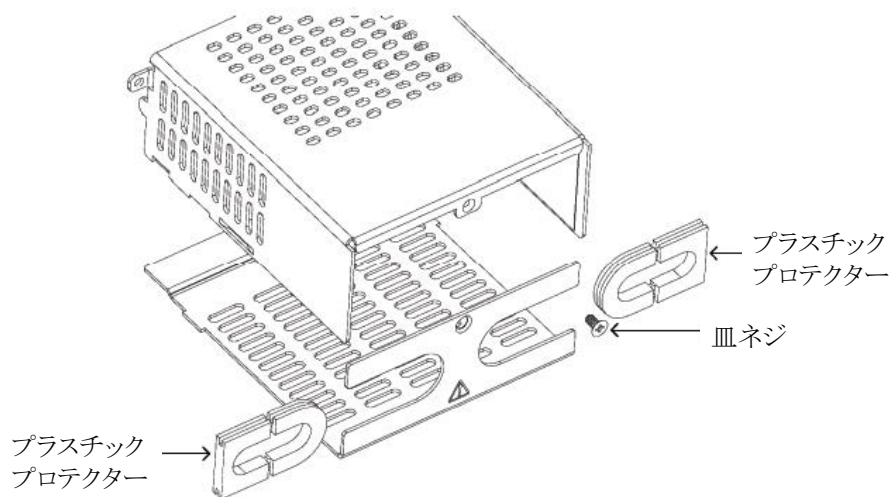

図4-31 出力端子カバーの分解方法
2. 図4-31に示すように出力端子カバー(製品に添付されています)の皿ネジを取り外して開け、プラスチックプロテクターを取り外してください。